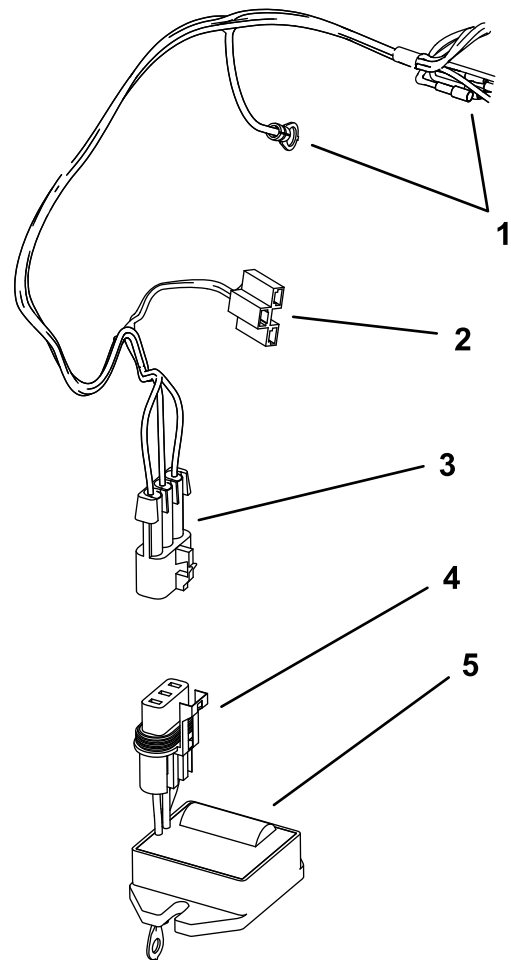

Bild 2
2. Verbinden Sie den Reglerstecker mit dem Kabelbaum des drahtlosen Betriebsstundenzähler-Kits (**Bild 2**).